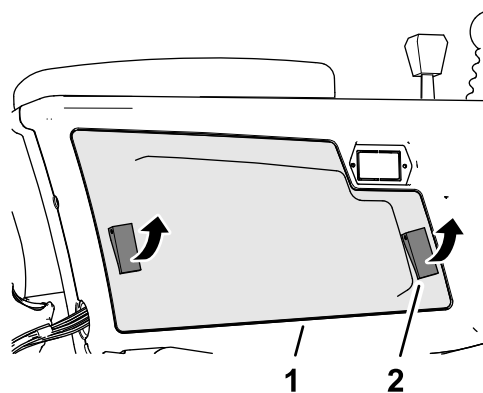

Figura 86
2. Abra os dois trincos que fixam a cobertura do braço de controlo ao braço de controlo e remova a cobertura (Figura 86).